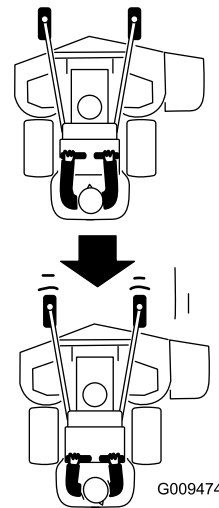

Figura 21
- Tire lentamente de las palancas de control de movimiento hacia atrás (**Figura 21**).